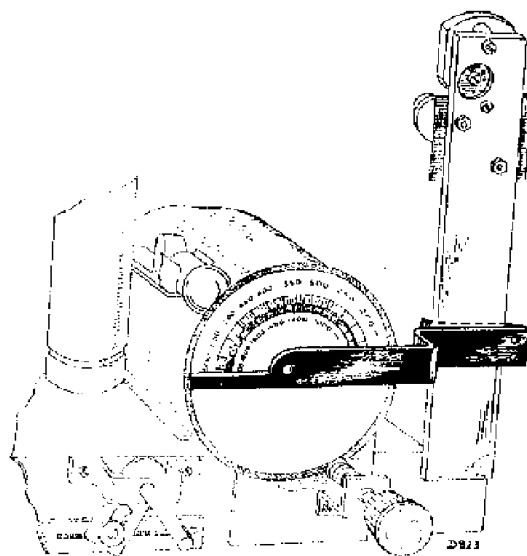

Fig. 4
1. Apparaat schakelen op kortegolf bereik, hulpafleesnaald (Fig. 4) aanbrengen, kortsluiting van R8 wegnemen.